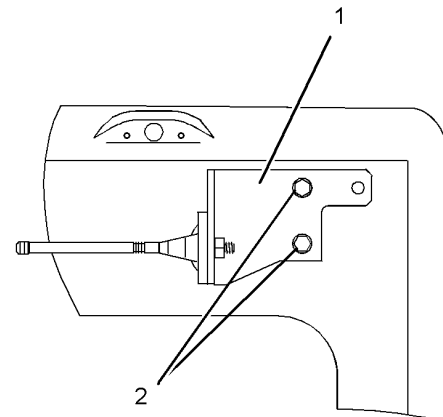

Fig. 296
- b. Montér beslaget (1) igen med boltene (2) placeret i de to øverste huller på beslaget. Se fig. 296 .